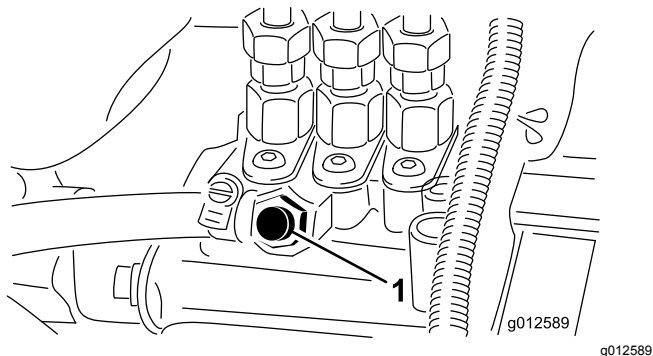

Рисунок 28
5. Выверните винт стравливания воздуха из насоса для впрыска топлива (**Рисунок 28**).